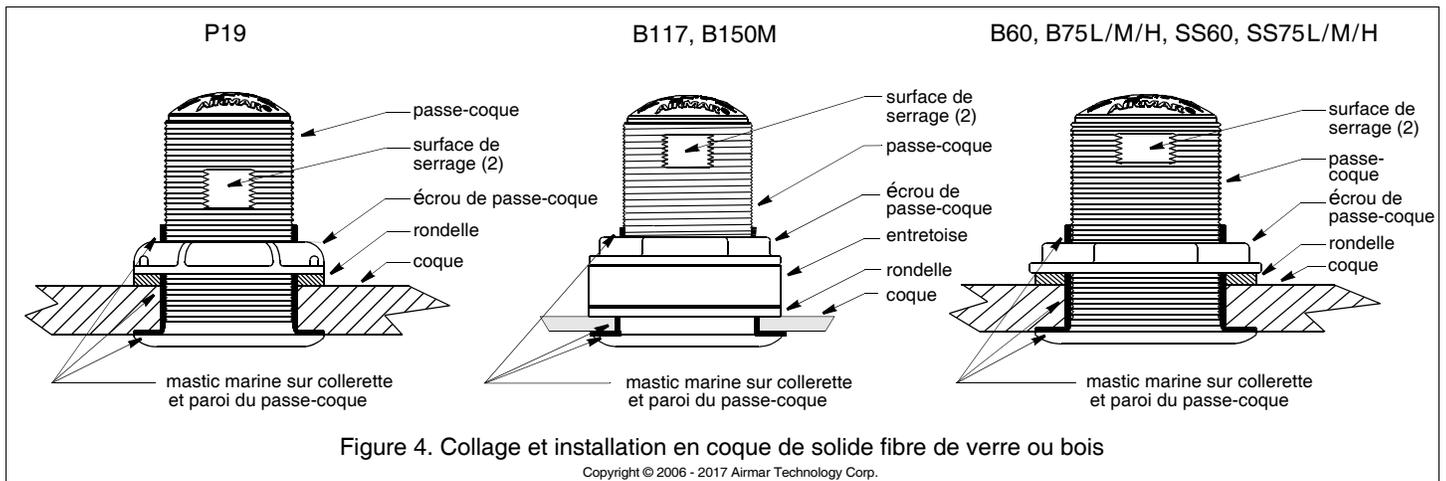

Figure 4. Collage et installation en coque de solide fibre de verre ou bois
Appliquez une couche de mastic d'étanchéité marine de 2 mm (1/16") d'épaisseur sur tout le pourtour de la collerette du passe-coque devant être en contact avec la coque et sur la paroi verticale du passe-coque (voir Figure 4 ou 5). Le mastic doit couvrir une hauteur de 6 mm (1/4") au-dessus de l'épaisseur cumulée de la coque, de la r-delle, de toute entretoise éventuelle et de l'écrou du passe-coque. Cette précaution garantit la présence de mastic sur le filetage au travers de la coque et le maintien en place de l'écrou de passe-coque.
2. Depuis l'intérieur de la coque, glissez la rondelle sur le passe-coque (voir Figure 4 ou 5).